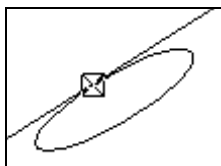

Рис. 5.27. Касательная к эллипсу
- ◆ "ловушкой" укажите базовый объект, касательно к которому должна пройти прямая. Система построила фантомы прямой, касательной к данному объекту (рис. 5.27);